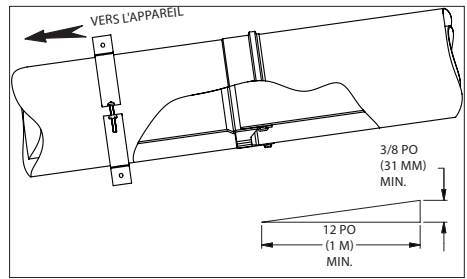

Figure 20
3. Tous les conduits d'évacuation doivent avoir une inclinaison minimale d'au moins 1,8° (3/8 po d'élévation par pied, 31 mm d'élévation par mètre) vers l'appareil. Assurez-vous qu'il n'y a pas de creux dans le système où le condensat peut s'accumuler. (**Fig.20**)
4. Le système d'évacuation doit être solidement soutenu avec des supports adaptés. L'utilisation de supports DuraVent est recommandée, mais des supports de soutien fournis sur place, comme bande de plombier ou autres supports déjà intégrés agréés par les autorités compétentes est acceptable. Les supports doivent être fixés à une surface rigide comme un mur, un montant ou une charpente, et ne doit pas déformer ou endommager le système d'évacuation (**fig.20 et 21**). Assurez-vous que le poids du système d'évacuation n'est pas supportée par l'appareil.